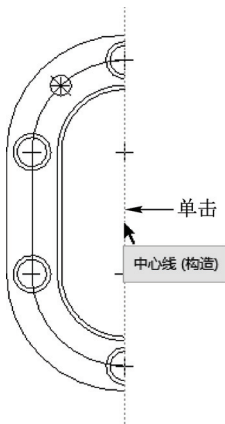

图 4-15 单击鼠标左键二
STEP 03 在绘图区中的中心线上单击鼠标左键, 如图 4-15 所示, 再在最左侧的直线上单击鼠标左键。